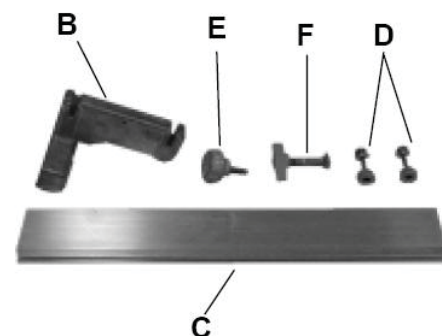

Рис. 6
- Упор для ведення заготовки можна використовувати на будь-якому боці столу, прикріпивши напрямну (С) з будь-якого боку підпори напрямної (В) (Рис. 6).
- Аби скласти упор, болтами M8x50 та пластиковим баранчиком (F) прикріпіть підпору напрямної (В) Рис. 6 до столу пилки.